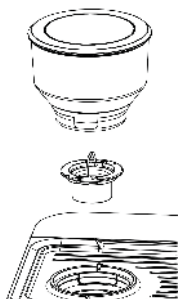
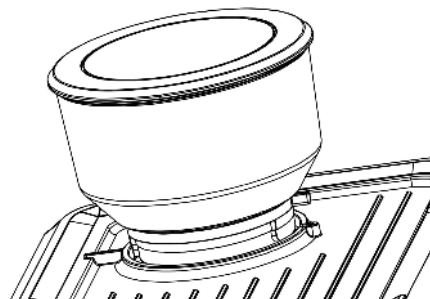

Fig. 1:
Fig. 2:
1. Før du aktiverer malingsfunktionen, skal du sikre dig, at alle nødvendige dele er korrekt installeret, ved at referere til Fig. 1 og Fig. 2.
Installer Cutter Head og stram den med uret. Installer derefter Bønneboksen og fastgør den som vist i Fig. 2.